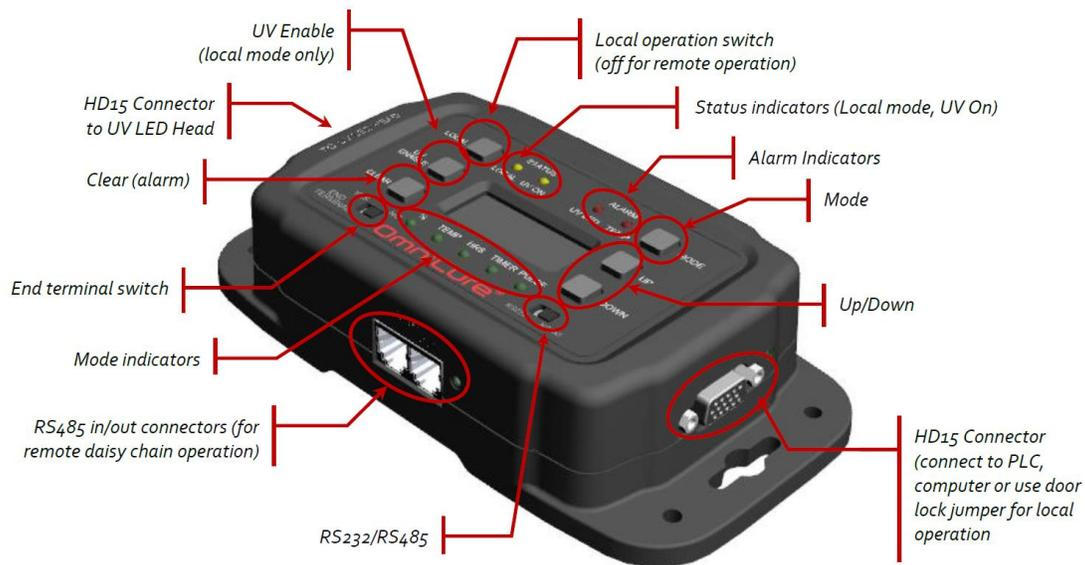

Figure 2 Console automate programmable PLC
- Assurez-vous que l'interrupteur d'activation des DEL sur l'automate PLC est en position ARRÊT (voir **Figure 2**).
- Branchez l'extrémité femelle du câble de l'automate PLC au connecteur d'E/S de l'automate sur la console de l'automate (voir **Figure 2**).
- Ajustez l'intensité à l'aide des touches haut/bas situées sur le côté droit de l'écran (voir **Figure 2**), et tournez-les dans le sens des aiguilles d'une montre, ou dans le sens contraire, pour augmenter ou diminuer l'intensité. Reportez-vous à la Section 6, « Utilisation de la lampe à DEL ».
- Un voyant DEL s'allume sur le panneau de commande pour indiquer une température excessive ou un défaut de fonctionnement des DEL UV. Pour le faire éteindre, appuyez sur le bouton Acquitter l'anomalie (voir **Figure 2**).